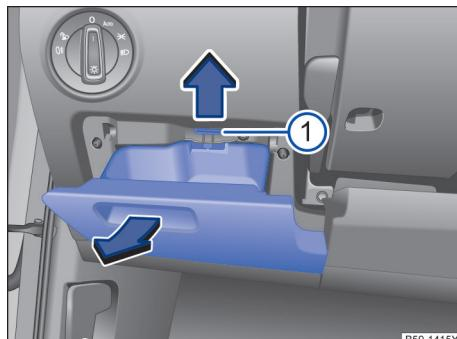

图 214 在驾驶员侧仪表板上：保险丝盒盖板
- 打开驾驶员侧储物箱→图 214。
- 沿箭头方向向上按压定位凸缘 ①，同时将储物箱进一步打开并取下，直至可够到保险丝座。